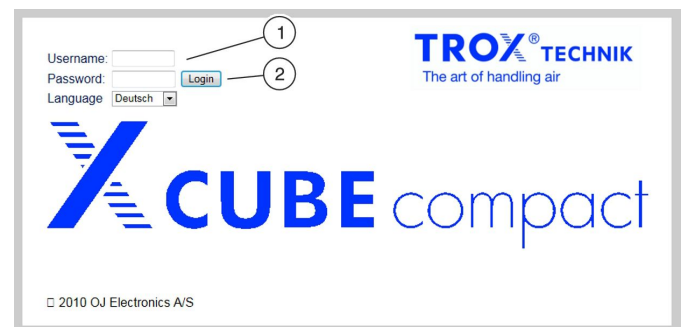

Fig. 58 : Connexion au serveur Internet
1. ▶ Saisir votre nom d'utilisateur (Fig. 58 /1).
3. ▶ Sélectionner « Login » (Fig. 58 /2).